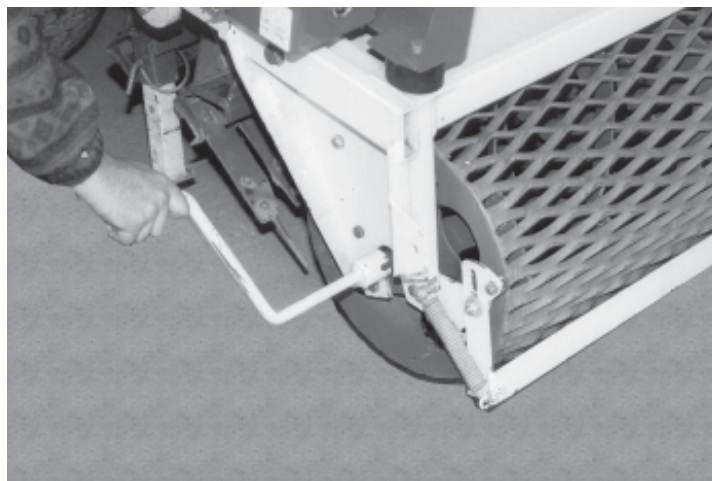

fig. 18
- glisser la manivelle sur l'axe du rouleau côté gauche sens de marche, (fig. 18),